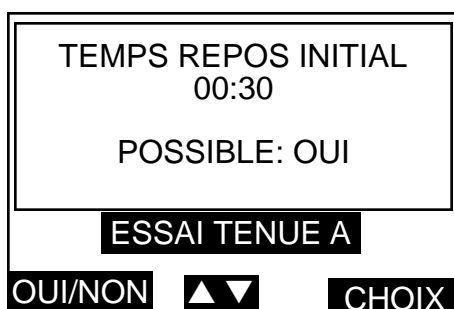

Figure 38. Ecran d'affichage de la sélection du temps de repos initial de l'essai de tenue.
2. Appuyez sur la touche gauche A. L'écran de la Figure 38 apparaît.